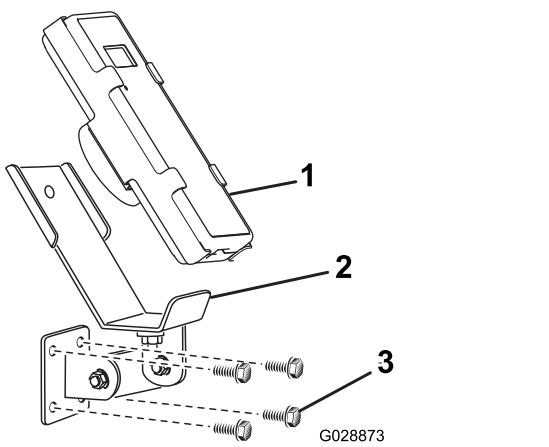
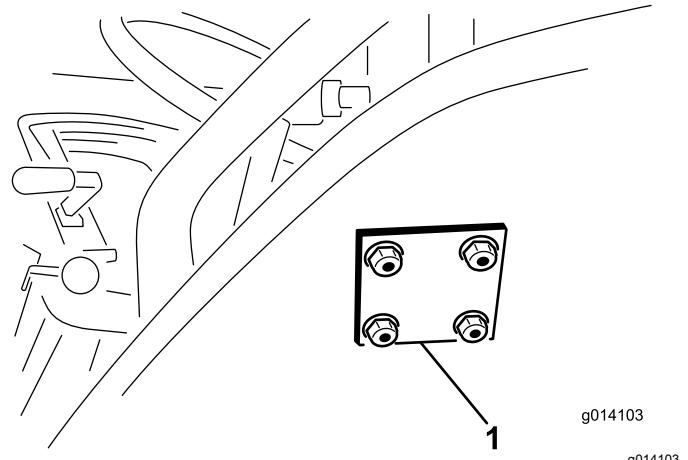

Figura 10
Figura 11
3. Collegate la staffa di montaggio e la piastra di supporto con 4 bulloni a testa flangiata (5/16" x 1½") e dadi di bloccaggio flangiati (Figura 10 e Figura 11).